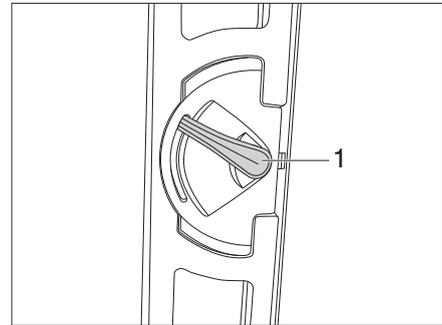
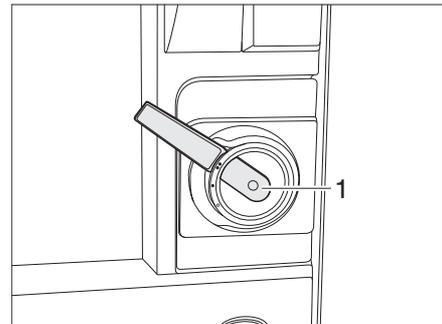

Fig. 23 Variante 1: Serrure de la porte de cellule, à l'intérieur, verrouillée
Fig. 25 Variante 2: Serrure de la porte de cellule, à l'intérieur, verrouillée
- Pousser la poignée de porte (Fig. 23,1 ou Fig. 25,1) d'env. 45° vers le haut et la laisser dans cette position.